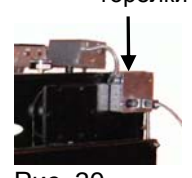

Рис. 20
1. Установите блок CWB в верхнем правом углу передней панели 4 (обратитесь к стр. 10, Сборка корпуса), используя крепеж, входящий в комплект поставки. (Рис. 20)